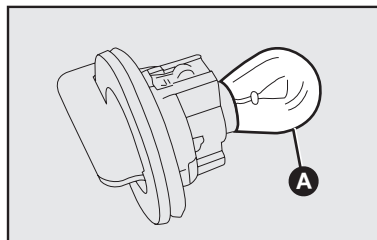

fig. 38
- 3) Retirar a lâmpada **A-fig. 38**, empurrando-a um pouco e girando-a em sentido horário.